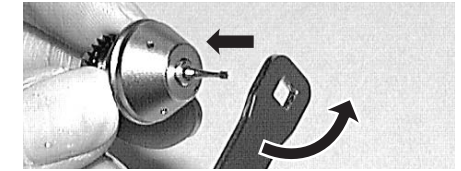

Abb. 18
- 2) Den Rotor nach unten halten, den mitgelieferten Schraubenschlüssel auf den Verschluss am Ende des Rotorschafte setzen und in Pfeilrichtung drehen, wie in Abb. 18 gezeigt. Es kann ein Schraubenschlüssel mit rechteckiger oder U-förmiger Öffnung verwendet werden.